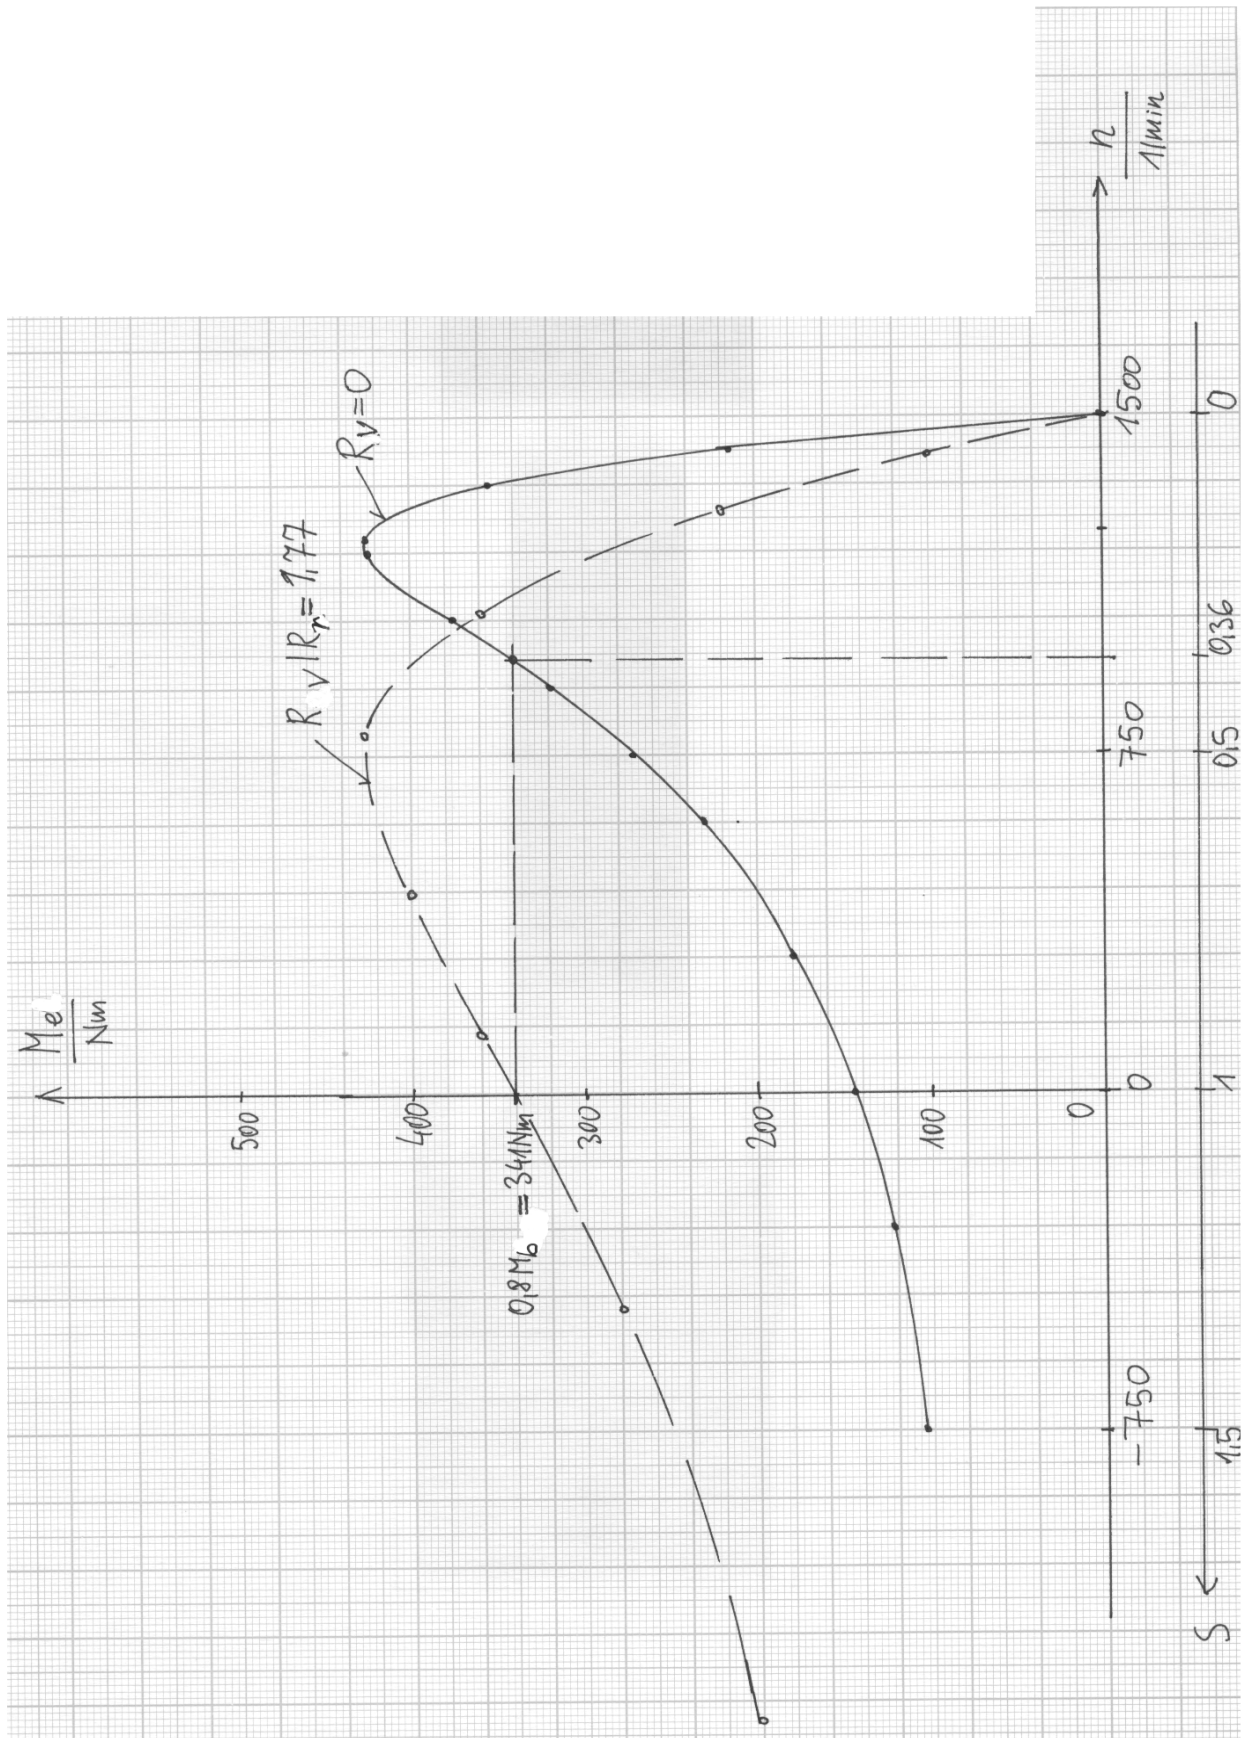

Bild 2.6-5: Drehzahl-Drehmoment-Kennlinie, gewonnen aus dem OSSANNA-Kreis, mit und ohne äußerem Läuferwiderstand
Tabelle 2.6-1: $M(n)$ -Kurve mit Schlupfbezifferung aus Kreisdiagramm ermittelt (Bild 2.6-5)
Die Kurve $M_e(n)$ ist in Bild 2.6-5 zu sehen. Kippmoment bei Schlupf 0.17 mit 426 Nm. Bei Ffstgebremstem Läufer ($s = 1$) ist das Moment 147 Nm.
3) Anlaufmoment soll 80% des Kippmoments betragen: $0.8 \cdot 426 = 341 \text{ Nm}$ bei $s = 1$. In Bild 2.6-5 tritt das Moment bei $s = 0.36$ auf. Es wird also ein externer Läuferwiderstand benötigt:
5) Die neue $M(n)$ -Kurve mit externem Läuferwiderstand 0.53 Ohm in Bild 2.6-5 wird durch